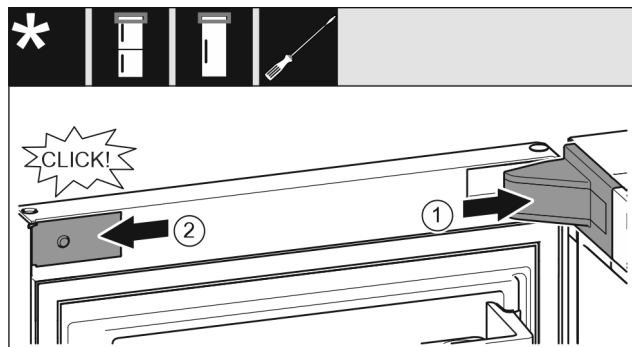

Fig. 20
- ▶ Nasadíte kryt ložiskovej konzoly a zaistíte, príp. opatrne roztláčte. Fig. 20 (1)
- ▶ Z boku nasadíte a zaistíte kryt. Fig. 20 (2)